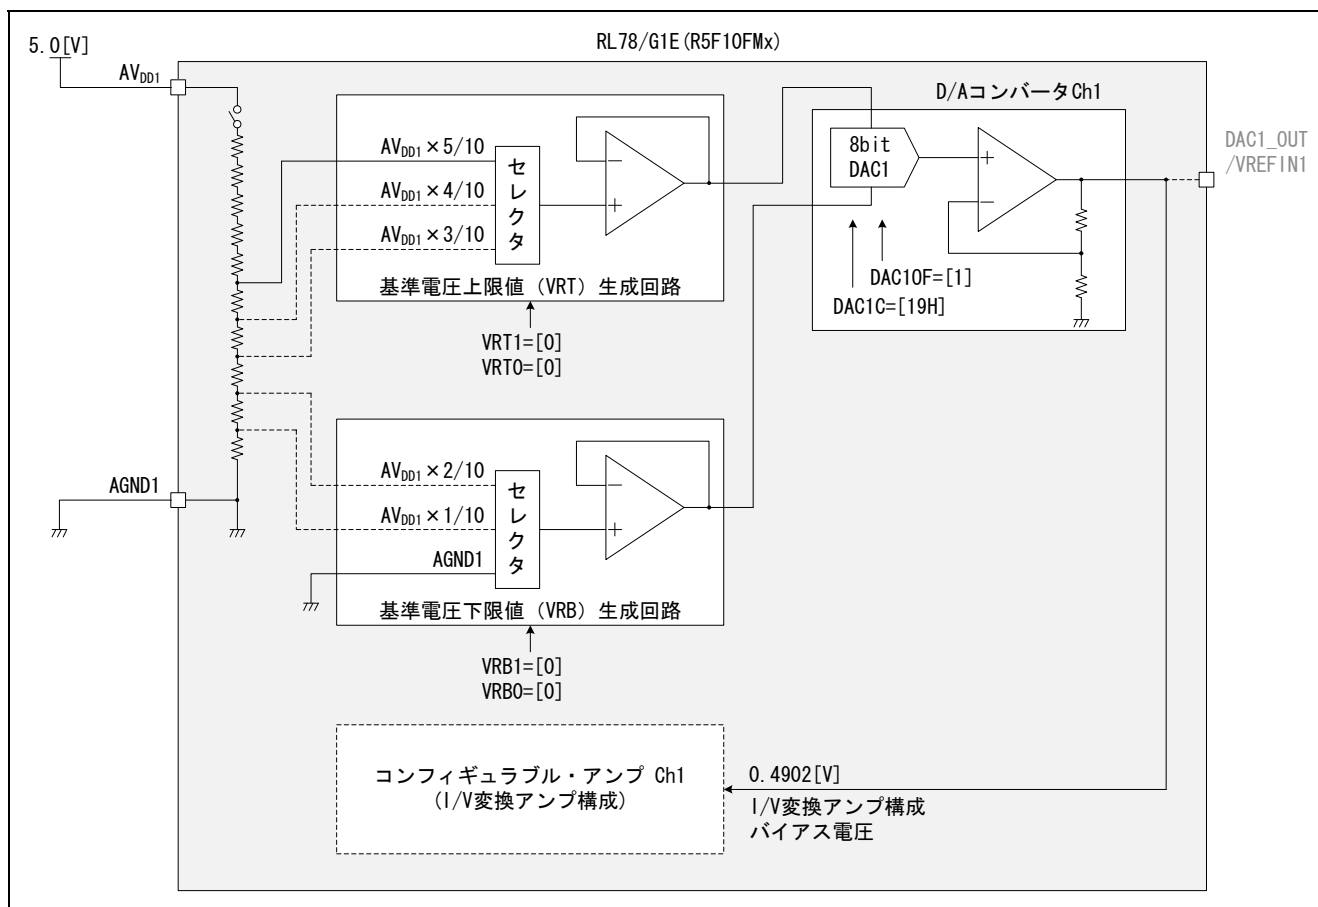

図 6.4 D/A コンバータ Ch1 のブロック図
(2) D/A コンバータの設定方法
- D/A コンバータ Ch1 のブロック図を図 6.4に示します。